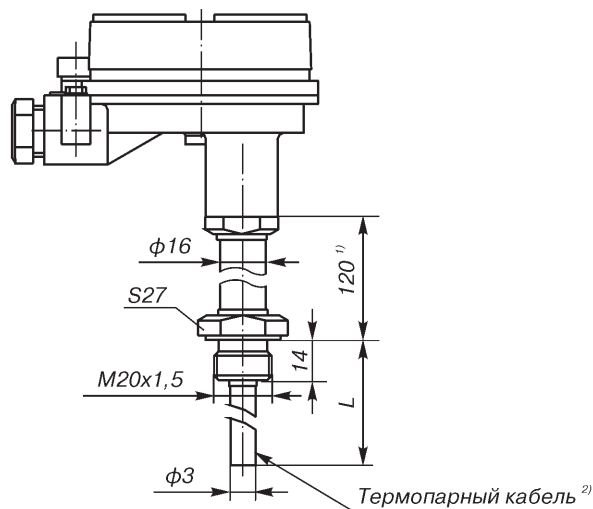

Рис. 17 (ост.см.рис.16)
- 17¹⁾ по рис.17 (только Метран-281, Exia)